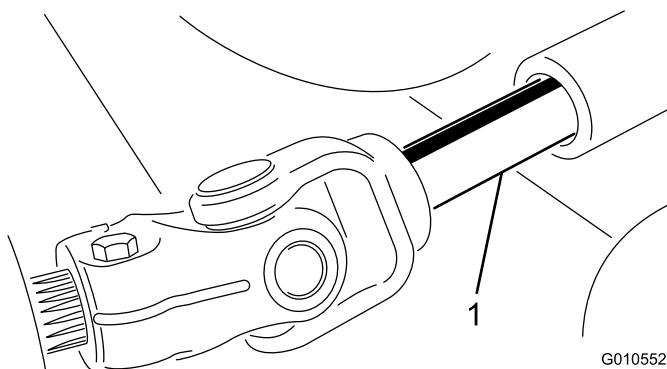

Figura 20
- Aleje la unidad de corte de la unidad de tracción, separando las secciones macho y hembra del árbol de la toma de fuerza (Figura 20).
- Introduzca el árbol macho de la toma de fuerza en el árbol hembra de la toma de fuerza (Figura 20).